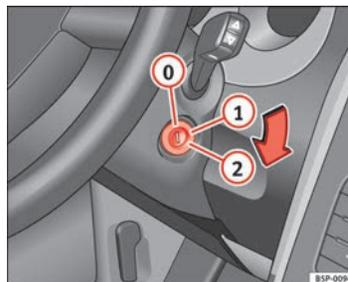

Fig. 138 Posiciones de la llave de contacto
En esta posición ⇒ fig. 138 el encendido y el motor están desconectados pudiéndose bloquear la dirección.
- Gire la llave de contacto hasta la posición ⇒ fig. 138 . El testigo  se encenderá en caso de precalentamiento del motor. ▶
- En cuanto se apague el testigo, gire la llave de encendido a la posición ② para poner en marcha el motor y no pise el acelerador.
- Gire la llave de contacto a la posición ⇒ fig. 138 ①.